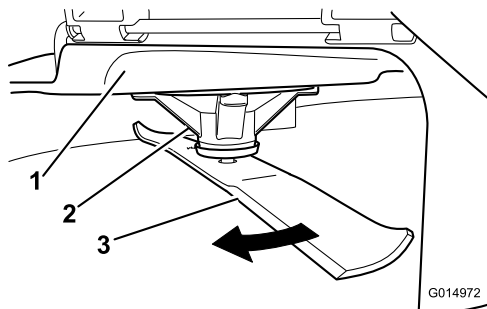

Figura 74
2. Indossando guanti dalla spessa imbottitura o altre protezioni idonee per le mani, ruotare lentamente la lama in una posizione che consenta di misurare la distanza tra il bordo di taglio e la superficie piana su cui si trova la macchina (Figura 74).